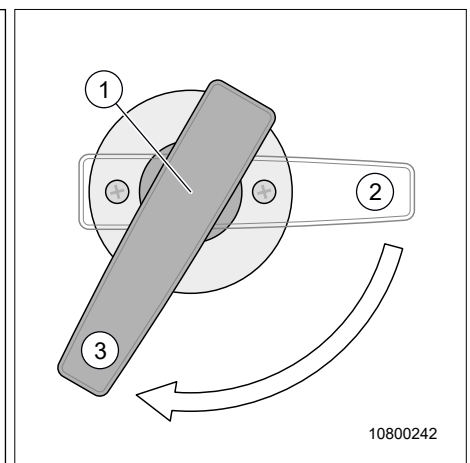

Fig. 102 Robinet de vidange
3. Tourner le robinet de décharge (Fig. 102, pos. 1) dans le sens anti-horaire (Fig. 102, pos. 3) et vidanger l'eau.
5. Tourner le robinet de vidange (Fig. 102, pos. 1) dans le sens horaire (Fig. 102, pos. 2) pour le fermer.
3. Ouvrir le robinet de vidange (Fig. 102, pos. 1) (Fig. 102, pos. 3).
4. Une fois le réservoir vidangé, fermer le robinet de vidange (Fig. 102, pos. 1) (Fig. 102, pos. 2).